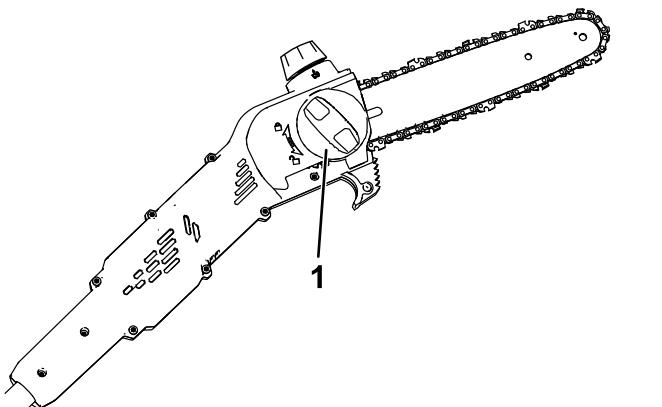
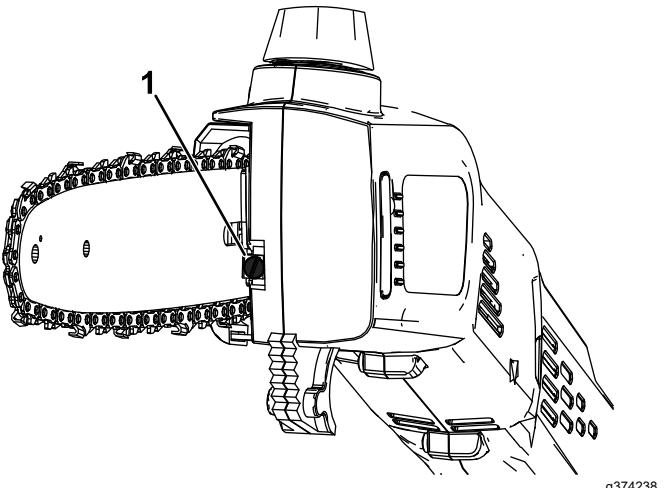

Figura 18
Figura 19
- Gire el pomo de la cubierta en sentido antihorario para aflojar la cubierta, pero no la retire (Figura 18).
- Ajuste la tensión de la cadena usando el tornillo tensor de la cadena (Figura 19), y luego sujeté la cubierta lateral a la sierra de pétiga girando el pomo de la cubierta en sentido horario antes de comprobar la tensión (Figura 18).
3. Afloje la cadena girando el tornillo de apriete de la cadena en sentido antihorario (Figura 19).